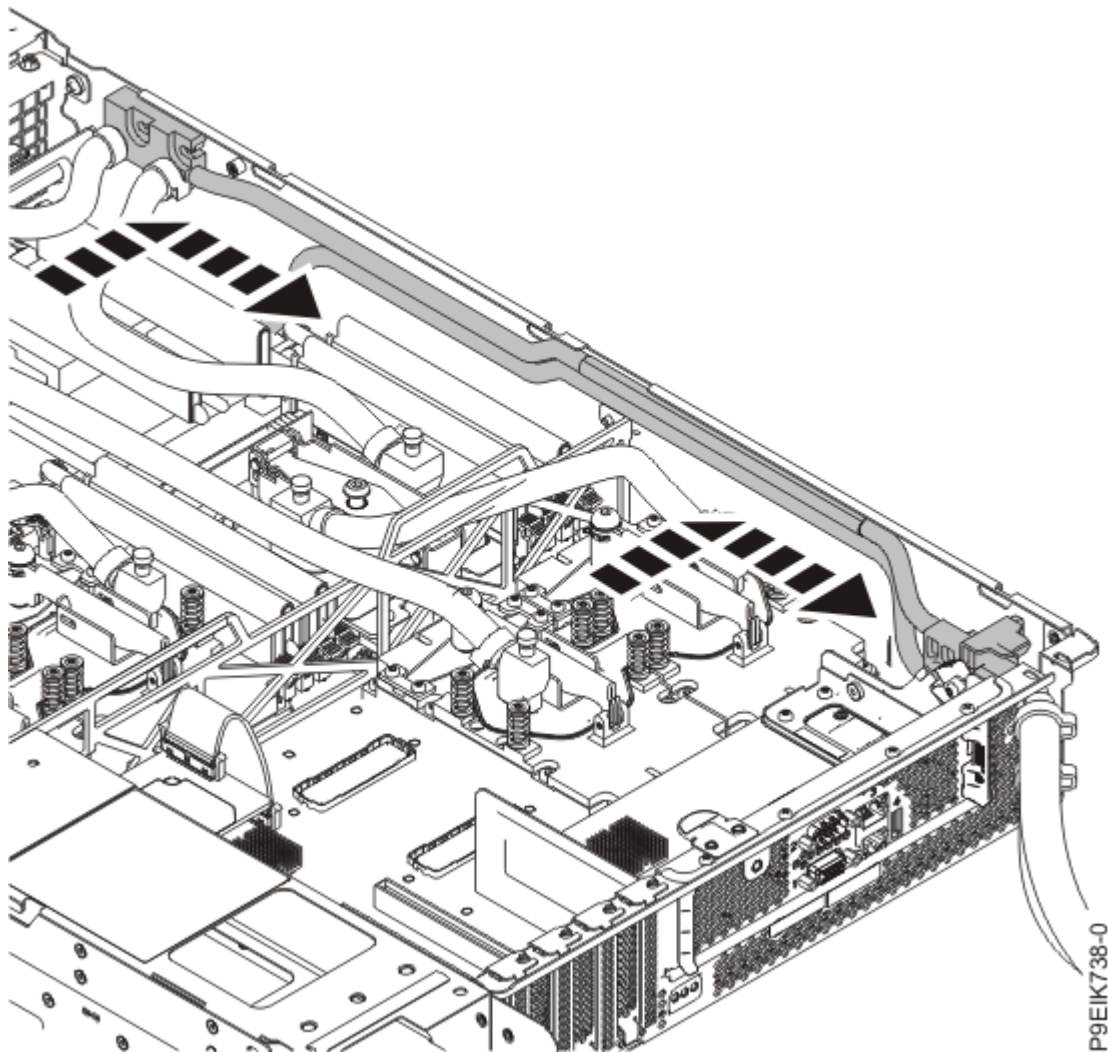

Figura 58. Inserción de los conductos laterales
11. Vuelva a poner los conductos laterales en el lado del chasis, tal como se muestra en la Figura 58 en la página 60.